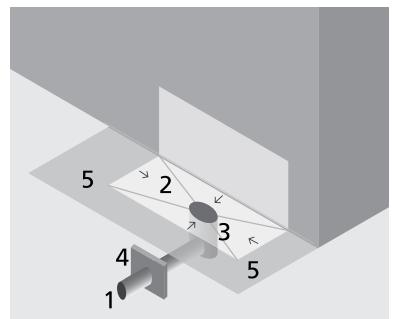

Abb. 2
- Der Güterumschlagplatz muss nach Möglichkeit **überdacht* und abflusslos** sein. Durch unterschiedliche Gefälle und/oder Entwässerungsrinnen muss dieser von den übrigen Verkehrsflächen getrennt entwässert werden (Abb. 2, Punkt 5). Falls **keine Überdachung** möglich ist, muss der Güterumschlagplatz möglichst klein sein und die Platzentwässerung an die Schmutz- oder Mischwasserkanalisation angeschlossen werden.
Der Anschluss an die Regenwasserkanalisation ist nicht zulässig (Abb. 2, Punkt 1). Falls das Regenwasser abgepumpt wird, so kann die Platzfläche durch Ausschalten der Pumpen abgesichert werden (dabei sind die Brandschutzvorschriften zu beachten).
- Der Güterumschlagplatz muss mit einem **dichten Belag befestigt** sein, so dass auslaufende Flüssigkeiten nicht in den Untergrund gelangen können. Bei gewissen Stoffen ist dazu ein Spezialbelag nötig (Abb. 2, Punkt 2).
- Der Güterumschlagplatz muss über ein **Rückhaltevolumen** verfügen, in welchem die auslaufende Flüssigkeit aufgefangen wird (Abb. 2, Punkt 3). Die Grösse richtet sich nach der **Tabelle auf Seite 7**. Als Rückhaltevolumen kann ein abflussloser Schacht, eine beckenförmige Platzfläche oder Auffangbehälter verwendet werden. Ebenfalls ist es möglich, mit einem Schieber (manuell, elektrisch oder pneumatisch, Abb. 3) das Volumen der Entwässerungsleitung als Rückhalt zu verwenden (Abb. 2, Punkt 4; siehe auch Seite 8 «Was ist zusätzlich zu beachten?»).